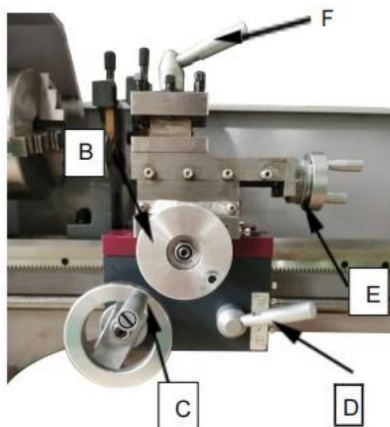

Fig. 11
5) Längsgående rörelsehandratt (B, Fig. 11)
6) Cross Traverse Spak (C, Fig. 11)
7) Halvmuttersspak (D, Fig. 11)
8) Spak för sammansatt vila (E, Fig. 11)
9) Spännspak för verktygsstolpar (F, Fig. 11)